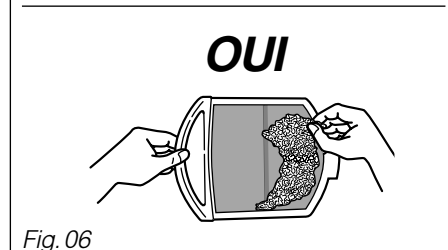

Fig. 06
- Nettoyez-le en le débarrassant de la mince couche de peluche qui le recouvre (Fig. 06).